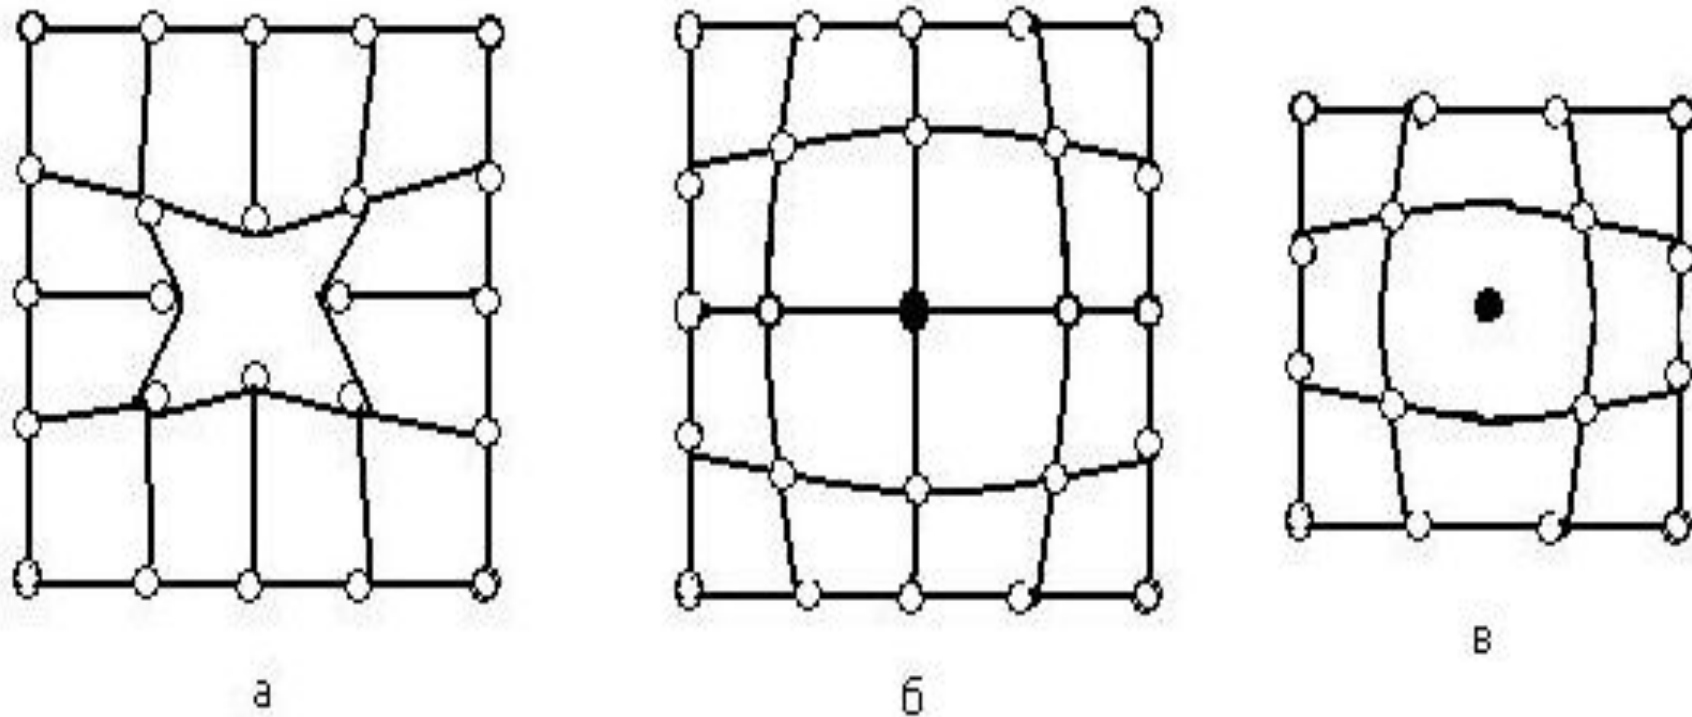

Рис. 6 Схемы точечных дефектов в кристаллах.
- **вакансии, представляющие собой узлы кристаллической решетки в которых отсутствуют атомы (рис. 6, а);**
- **замещенные атомы примеси (рис. 6, б);**
- **внедренные атомы (рис. 6, в), которые могут быть как примесными, так и атомами основного металла.**